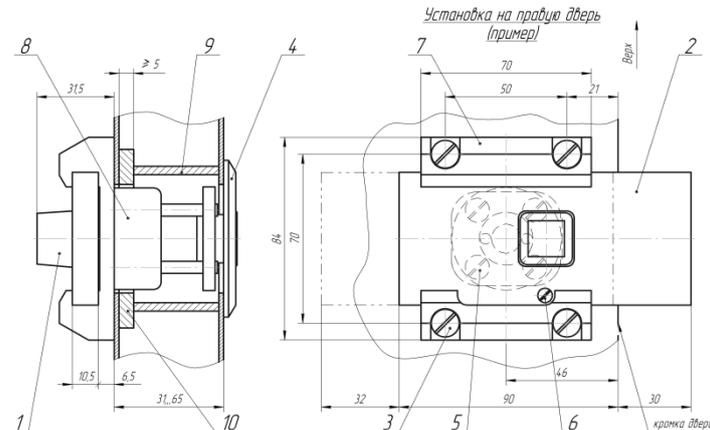

Рис.1
- выверните винт-ограничитель 6 (см. рис.1) и, повернув против часовой стрелки до упора ручку 1, полностью выведите засов 2 из корпуса 7;
- на рис.1 показана установка замка на правую дверь. Установка на левую дверь производится зеркально. Паз в корпусе 7 под винт-ограничитель 6 засова 2 в любом варианте установки должен быть обращен вниз;
- установите в отверстие корпуса механизм секретности 8, как показано на рис.1 и вставьте в крепежные отверстия винты 5 (винты предварительно укоротите так, чтобы их резьбовые концы были утоплены на 1...3 мм относительно наружной стороны двери);